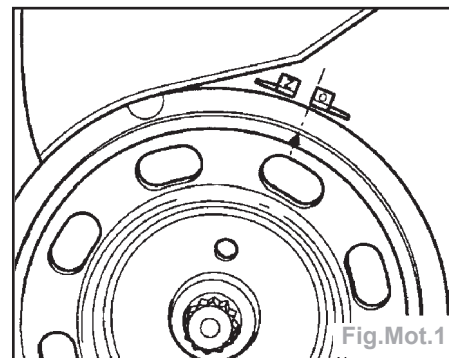

Fig.Mot.1
- Amener le vilebrequin au PMH du cylindre 1. L'encoche sur la poulie doit coïncider avec l'arête du repère O (Fig.Mot.1).